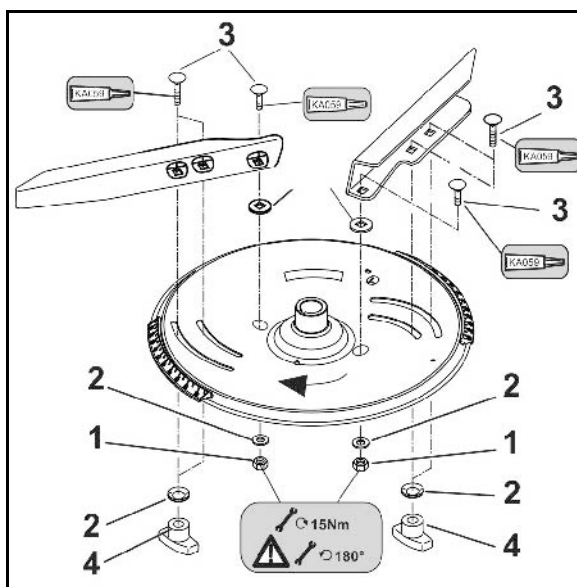

Fig. 75
- 6 skruer til veiecellen (Fig. 75/1)